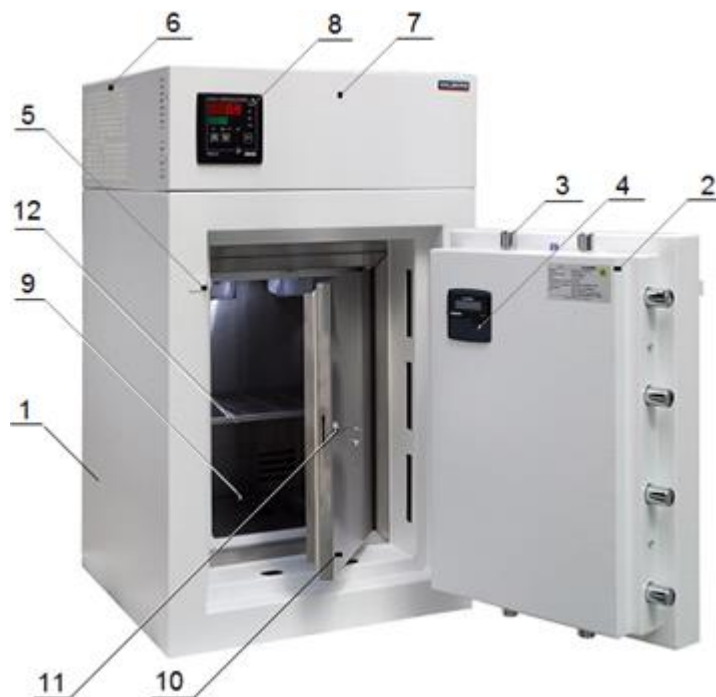

Рис.1. Общий вид сейфа-термостата медицинского.
4.5 На фронтальной стороне блока управления сейфа-термостата размещен измеритель-регулятор (8), рис.1 и 3.